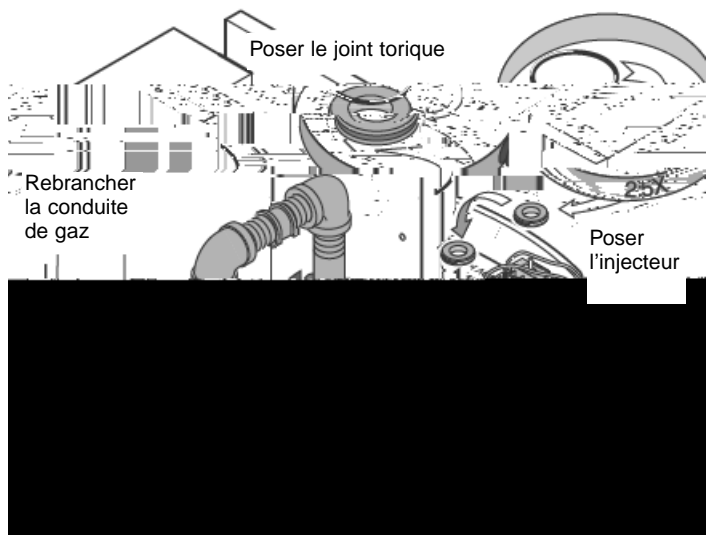

Figure 2 : Poser l'injecteur. Rebrancher les raccords unions
6. Poser le joint torique dans l'injecteur de rechange. (Voir la Figure 2). S'assurer que les injecteurs livrés avec la trousse sont du bon calibre. (Voir les Liste des pièces).